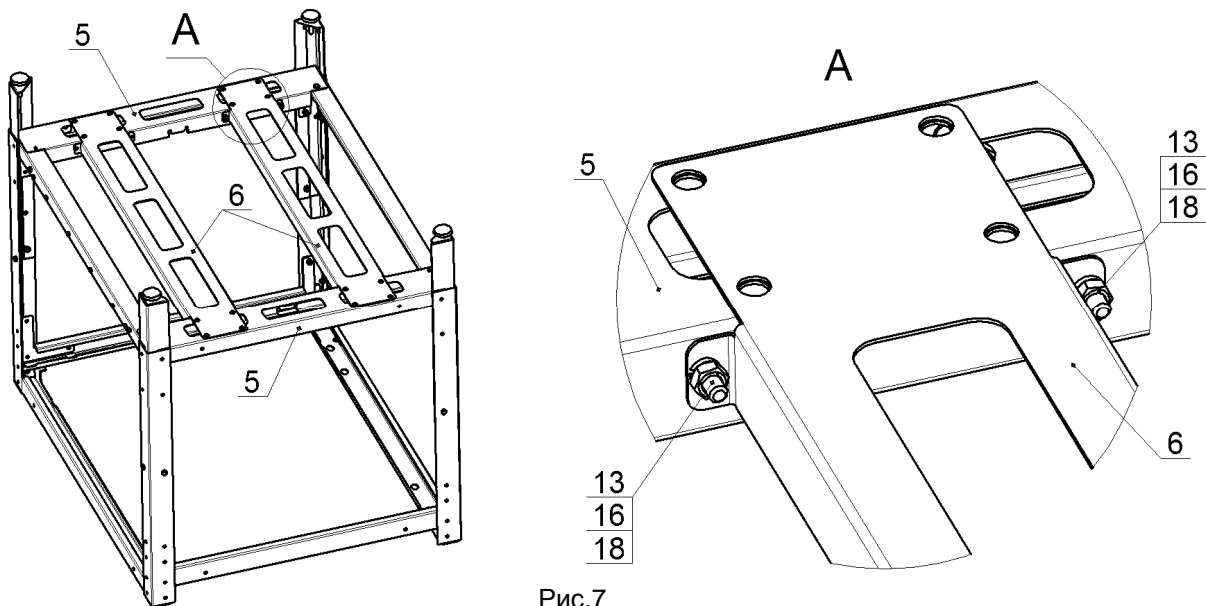

Рис.7
7. На профили боковые, нижние, поз.5 положить профили поперечные, поз.6 (870мм) и закрепить их при помощи болтов М6, гаек и шайб, поз.13, 16 и 18, как показано на рис.7. Гайки не затягивать: